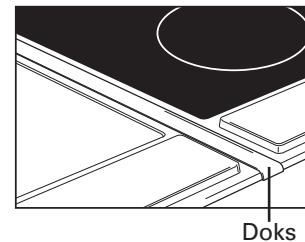

fig. 18
- Met de koppelstrips (DOKS) kunt u 2 of meer DOMINO-toestellen gezamenlijk in 1 nisruimte inbouwen en aan elkaar koppelen. Zie fig. 18.